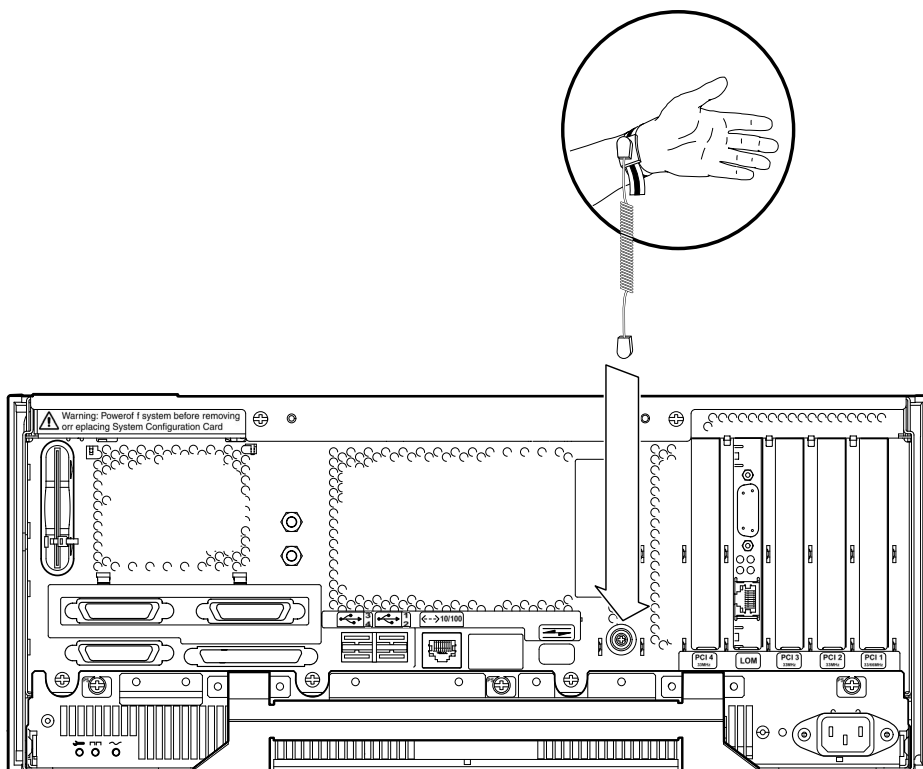
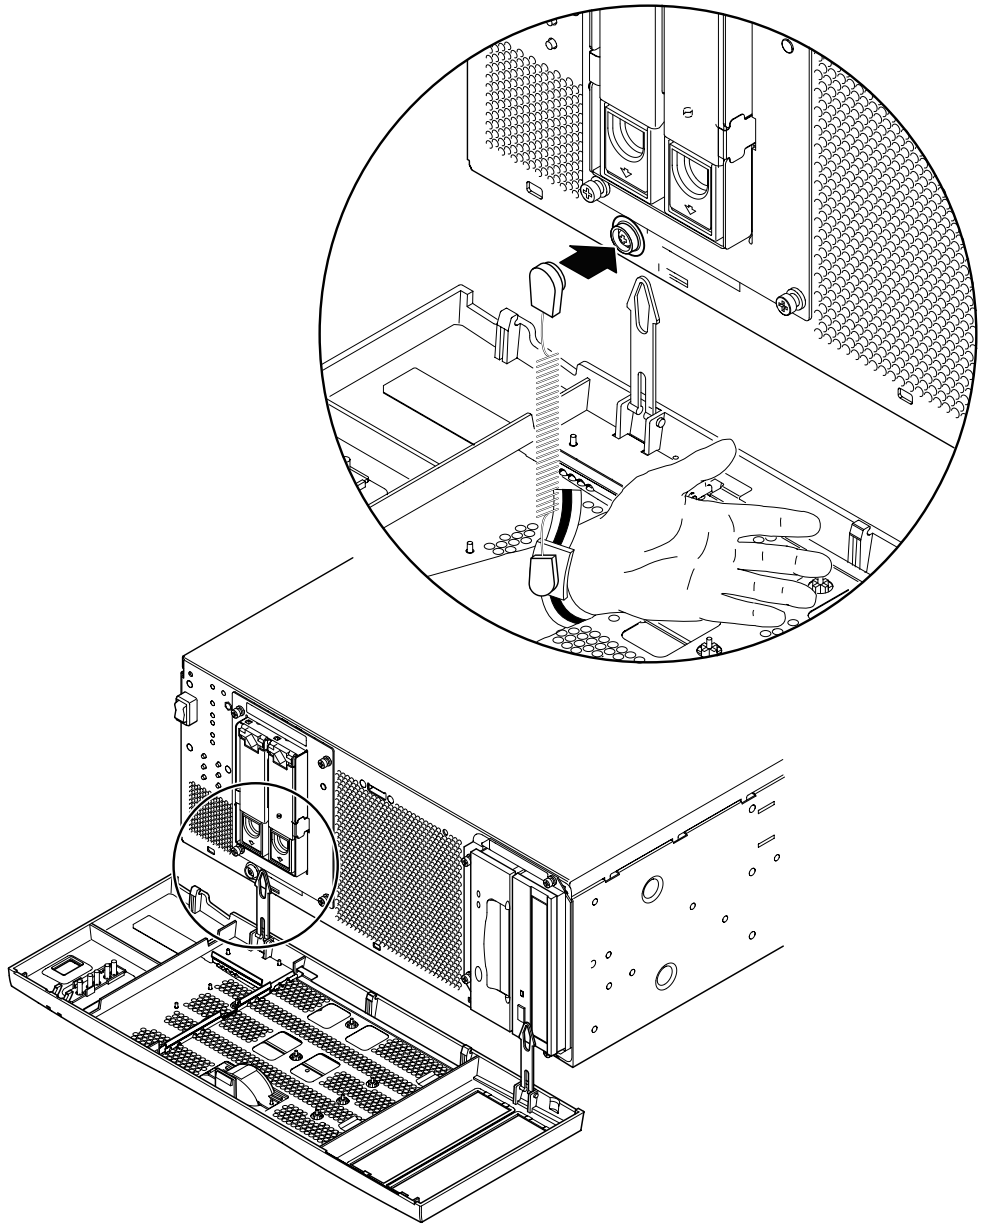

図 7-27 シャーシ背面への静電気防止用リストストラップの接続
図 7-28 シャーシ正面への静電気防止用リストストラップの接続
- 図 7-27 および図 7-28 に示すように、静電気防止用リストストラップをシャーシに接続します。